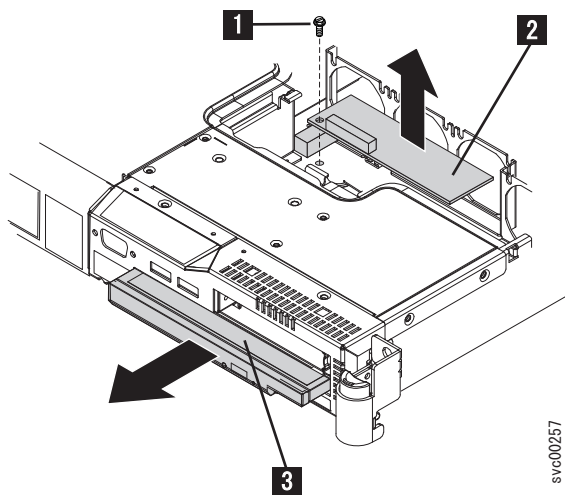

図 214. CD 変換コネクター・カードの取り外し
4. CD 変換コネクター・カード (図 214 の **2**) を取り外します。カードのねじを外し、カードを少し持ち上げて、カードからケーブルを取り外します。